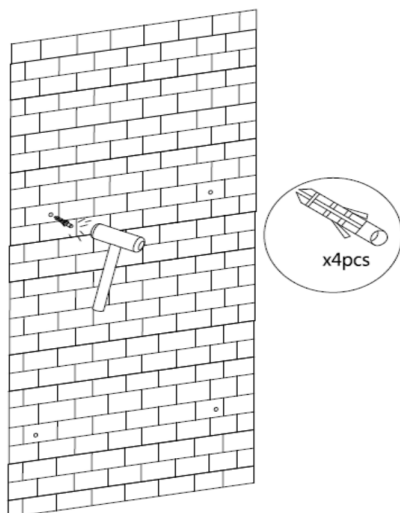

Fig.4
- Colocar el soporte haciendo coincidir sus agujeros con los de los tacos y atornillar. (Fig.4).